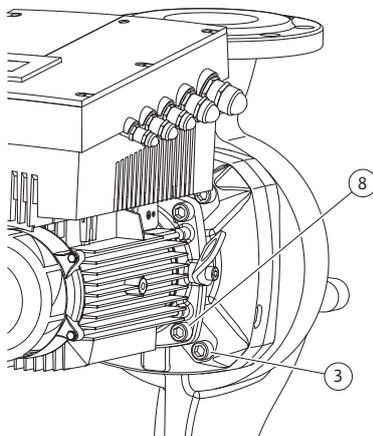

Fig. 52: Fijación opcional del juego de introducción
11. Afloje los tornillos (Fig. 7, pos. 3) y retírelos. Los tornillos exteriores (Fig. 52, pos. 3) se retiran en función del modelo de bomba. A pesar de haber retirado los tornillos, el juego de introducción (véase la Fig. 13) sigue estando seguro en la carcasa de la bomba; tampoco existe peligro de vuelco si el eje del motor está en posición horizontal.
16. Según el modelo de bomba, afloje los tornillos (Fig. 7, pos. 10) o los tornillos (Fig. 52, pos. 8).
22. Desplace la linterna cuidadosamente por el eje y colóquela en la posición anterior o en una nueva posición deseada en ángulo con respecto a la brida del motor. Al hacerlo, tenga en cuenta las posiciones de instalación admisibles de los componentes (véase el capítulo 7.1 «Posiciones de instalación admisibles y modificación de la disposición de los componentes antes de la instalación» en la página 20). Fije la linterna a la brida del motor con los tornillos (Fig. 7, pos. 10) ϕ , en el caso de los modelos de bomba/linterna (Fig. 52), con los tornillos (Fig. 52, pos. 8).